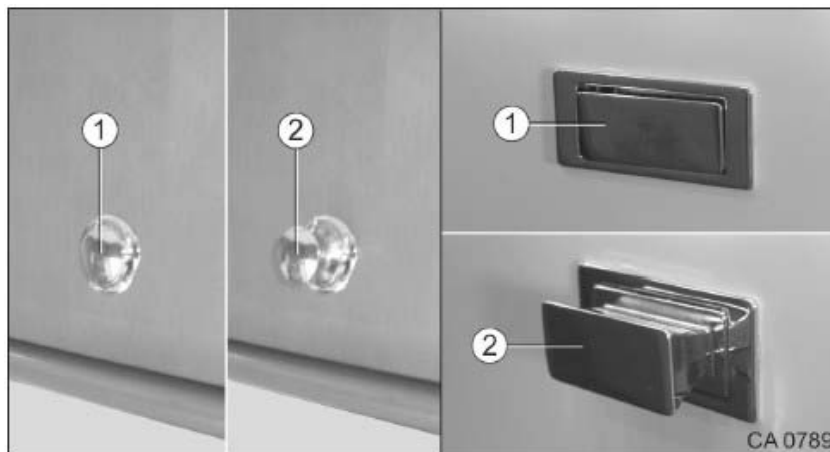

Fig. 103 Fermeture push-lock fermée/ouverte
1. Pousser sur la fermeture push-lock pour l'ouvrir (Fig. 103/2) ou la fermer (Fig. 103/1).